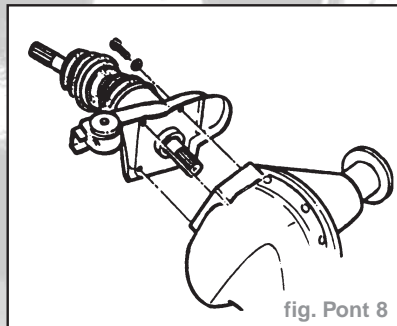

fig. Pont 8
- Reposer le roulement (4) et circlips neufs (5).
- Reposer l'arbre de roue sur l'essieu (fig. Pont 8).
- Déposer les quatre boulons, le support de fixation d'essieu et l'arbre de roue complet de l'essieu (fig. Pont 8).